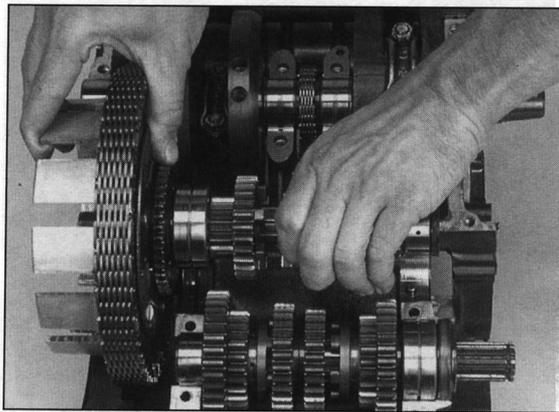

Bild 225
- Hauptwelle samt Kupplungskorb anheben (Bild 225), und Welle aus Korb herausziehen.